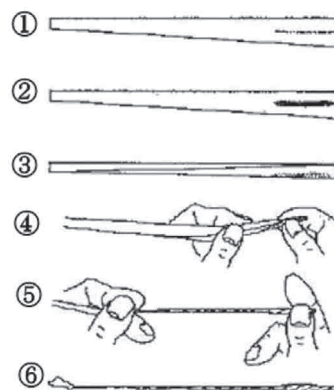

図2 花火の作り方
炭酸カリウム、木炭はあらかじめよくすりつぶしておきます。これらを計量後、乳鉢で色むらがなくなるようよく混ぜ合わせます。花火の作りかたは、図2のようにします。
- (1)和紙の端を谷折りにします（図2 ①）。
- (2)和剤をのせ、二つ折りにします（図2 ②③）。
- (3)人差し指の上で転がすように巻いていきます（図2 ④⑤）。
- (4)最後まで巻き上げ「こより」にします（図2 ⑥）。